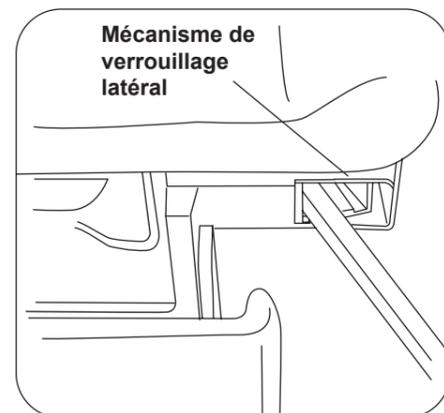

Figure 16. Réglage latéral de l'étrier
1. Soulevez l'extrémité de l'étrier, puis faites-le pivoter vers l'extérieur à la position souhaitée (Figure 16).